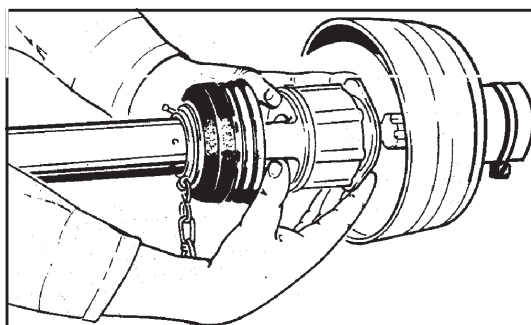

Bild 3.3
- Gelenkwelle (Bild 3.3) an Maschine und Traktorzapfwelle anschließen (Überlastkupplung maschinenseitig)